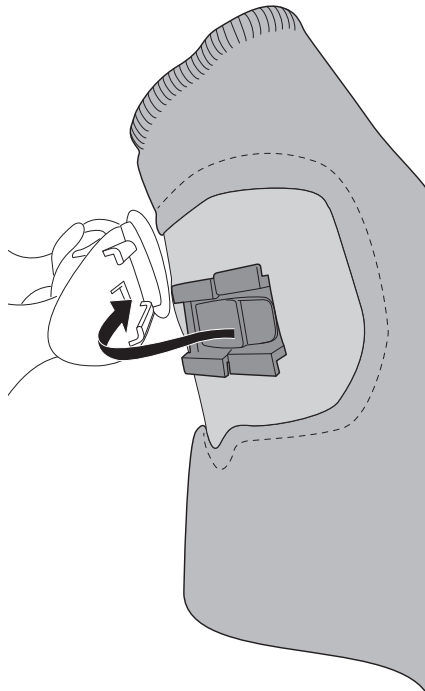

Fig. 18c
- c. Vuelva a colocar el soporte del tubo del conducto de aire en la suspensión para la cabeza. Escuchará un “clic” audible cuando esté conectado correctamente (Fig. 18c y 18d).